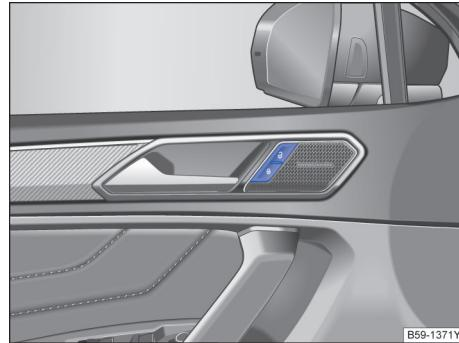

图 51 驾驶员侧车门内：中央门锁按钮
行驶车速超过 15km/h 时汽车自动闭锁→ 第 32 页。闭锁汽车后中央门锁按钮里的指示灯 ⑩ 以黄色点亮→ 图 51。
如短时间内反复按压汽车钥匙上的按钮→图 50 或中央门锁某个按钮→图 51，则中央门锁系统将暂时关闭，防止系统过载。然后汽车处于解锁状态约 30 秒钟。在此期间，若未打开车门或行李厢盖，随后汽车将自动闭锁。
按压按钮→图 51:
- 按压  按钮 → 图 51